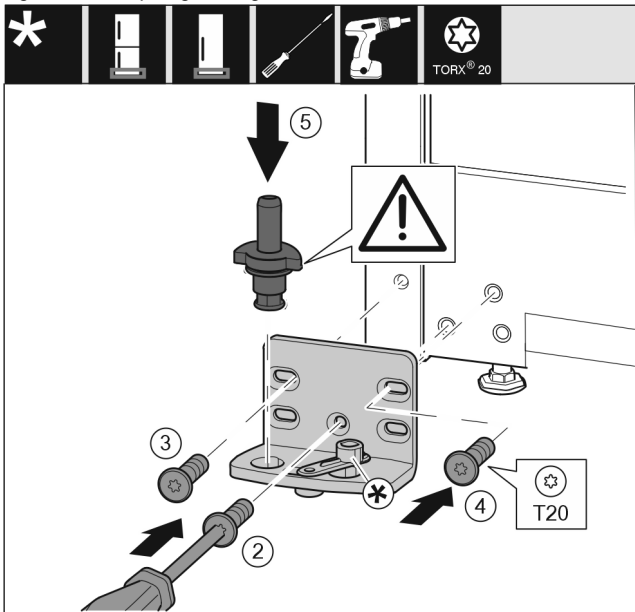

Fig. 14
- ▶ Sæt hængselkonsollen på i den anden side, og skru den fast med en skruetrækker T20. Begynd med skruen 2 forinden i midten. Fig. 14 (2)
- ▶ Stram skruerne 3 og 4. Fig. 14 (3,4)
- ▶ Sæt hængselboltens helt i. Sørg i den forbindelse for, at låsekammen vender bagud. Fig. 14 (5)